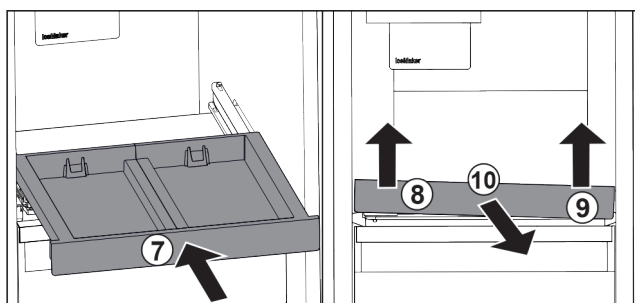

Fig. 125
- ▶ Skub udtrækshylden ind. Fig. 125 (7)
- ▶ Løft udtrækshylden foran i venstre side. Fig. 125 (8)
- ▶ Løft udtrækshylden foran i højre side. Fig. 125 (9)
- ▶ Tag udtrækshylden ud fremefter. Fig. 125 (10)